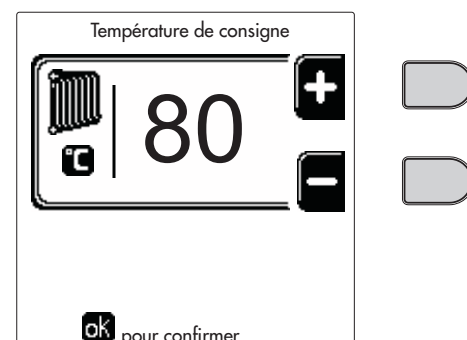
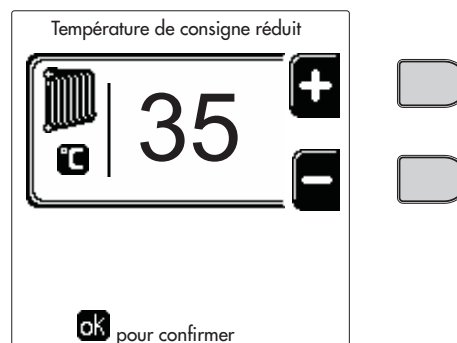
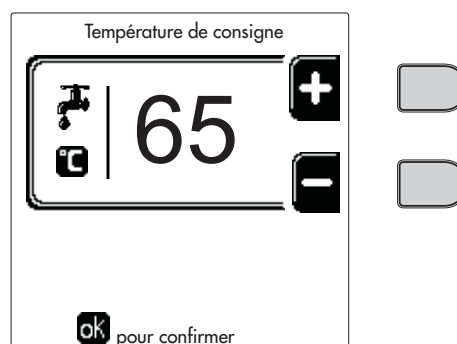
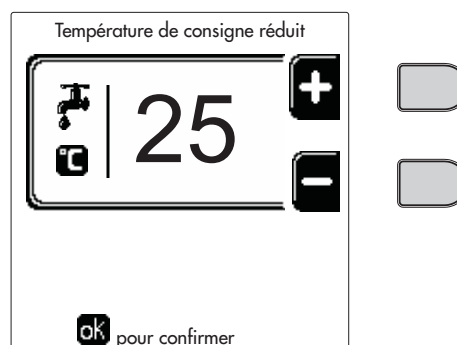

fig. 13
fig. 14
fig. 15
fig. 16
- **ON**. En cas de demande Chauffage/ECS, la chaudière fonctionne à la Température de Réglage Chauffage/ECS (fig. 13/fig. 15) réglée.
- **☺**. En cas de demande de Chauffage/ECS, la chaudière fonctionne en Température de réglage réduite. La température réduite est obtenue en soustrayant la valeur de la température de réglage réduite (fig. 14/fig. 16) de la température de réglage du chauffage/ECS (fig. 13/fig. 15) définie.